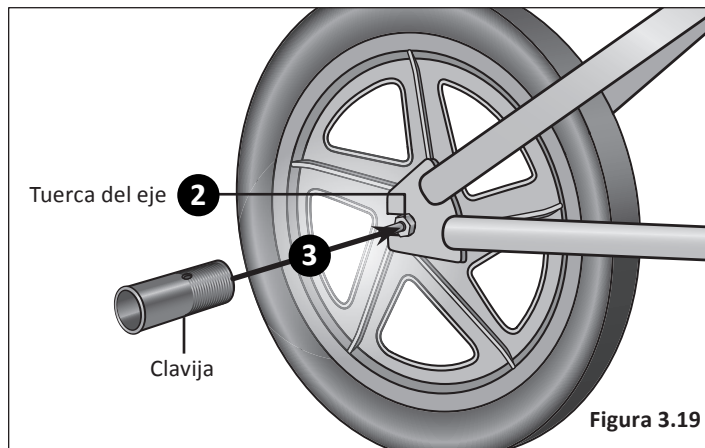

Figura 3.19
- 1 **No** afloje ni quite las tuercas del eje. **Figura 3.19**